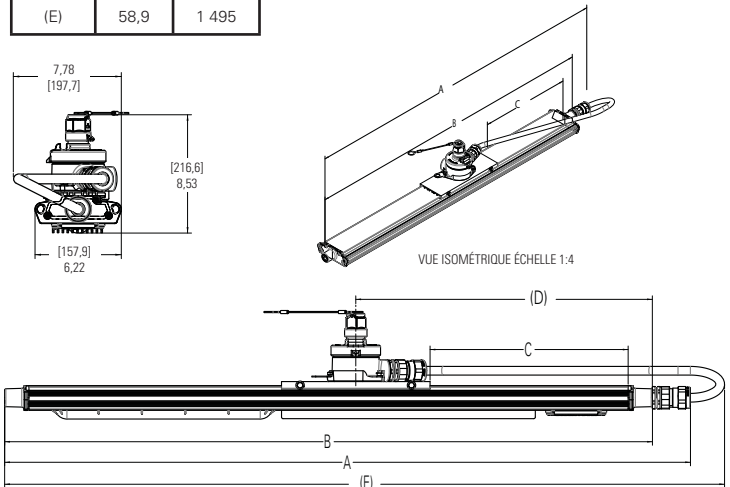

Figure 10
- Poser le support de montage coulissant avec la boîte de jonction sur la bride de montage du luminaire, comme illustré à la figure 10. Ajuster la position du support de montage coulissant selon la distance C indiquée dans le tableau. Remarque : La distance C se rapporte à l'extrémité de la bride de montage du luminaire.
- Installer un (1) corps fileté de goupille de câble à la boîte de jonction et un (1) corps fileté de goupille de câble au plot de l'extrémité du circuit de commande du luminaire. Se reporter à la fiche IF 1647 pour des directives sur l'installation du raccord TMCX et sur la préparation du câble.
- Placer le câble de manière similaire à celle illustrée à la figure 10.